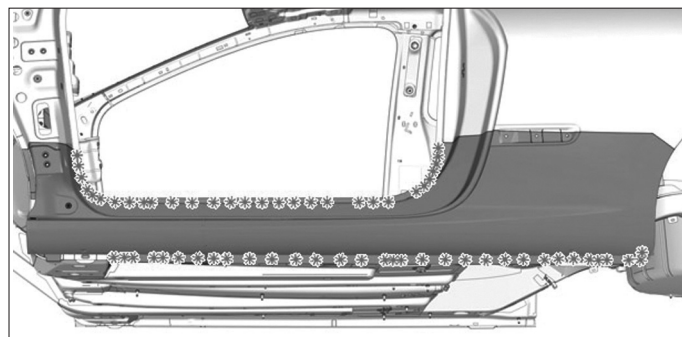
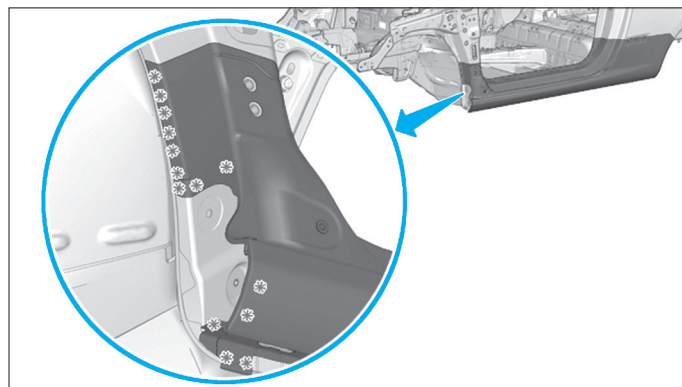

FIG. 92
FIG. 93
- Fraiser les points de soudure (Fig.92) et (Fig.93).